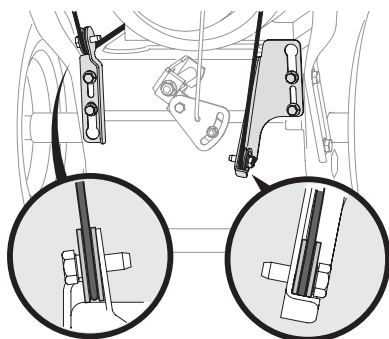

Figura 2-3
3. Coloque la palanca de cambios en la posición de avance (F) 6 o en la velocidad más rápida hacia adelante (si viene equipada).
4. Observe la parte posterior inferior de la unidad para corroborar que los cables (si se incluyeran) de la barra (a) y de la transmisión (b) estén alineados y apoyados correctamente en las guías de rodillos. Consulte la Figura 2-3.